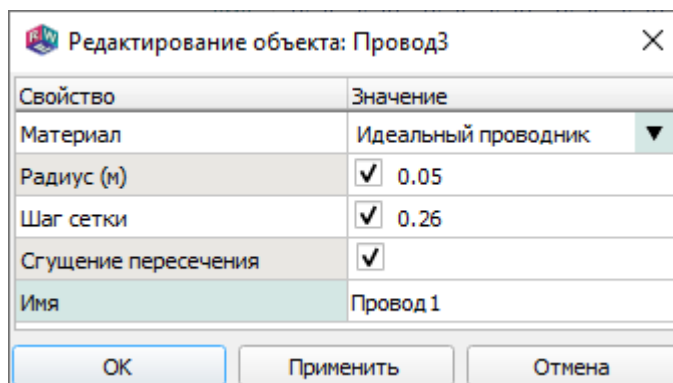

Рис. 106
13.2.2. Для вывода окна выделить двойным щелчком объект *Провод* в дереве «Детализация» или выполнить команду контекстного меню провода «Свойства». Будет выведено диалоговое окно «Редактирование объектов: провод» (рис. 106).